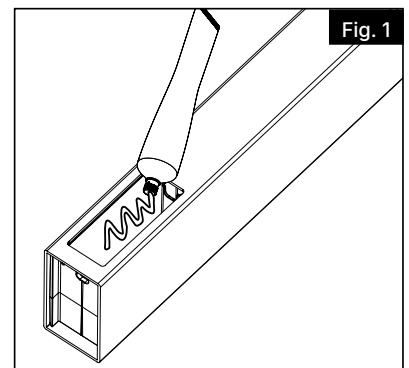

Fig. 1
- Aplique el cemento vinílico suministrado en todas las superficies interiores de los montantes donde se instalarán los travesaños (Fig. 1).